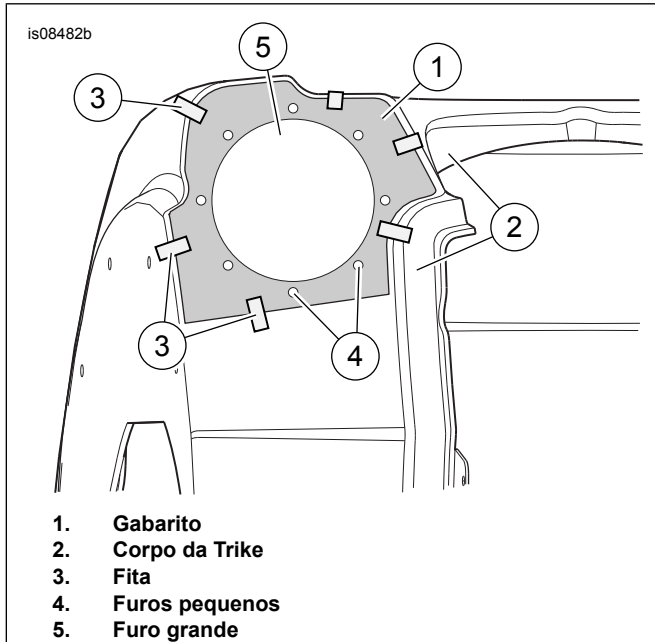

Figura 1. Localização do gabarito
1. Veja Figura 1. Alinhe o gabarito (1) com um lado do corpo da Trike (2). As bordas do gabarito devem ficar alinhadas com as bordas tangentes das partes arredondadas do corpo. Fixe o gabarito com fita adesiva (3). Puncione o centro dos locais dos oito furos pequenos (4). Marque o furo grande (5) com um marcador contrastante ou lápis litográfico.